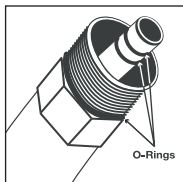

Ilustración 1
- **Solución:** Reemplace los o'rings. (Vea la ilustración 1)